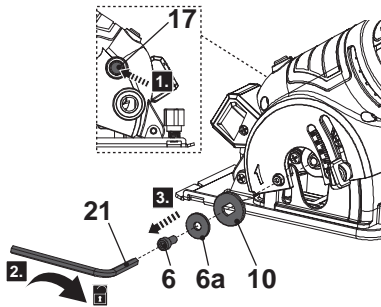

Fig. 1
2. Bloquee el husillo presionando el botón de bloqueo del husillo (17) (Fig. 1, paso 1).
3. Mantenga pulsado el botón de bloqueo del husillo (17) y afloje el perno de bloqueo (6) en el sentido de las agujas del reloj con la llave hexagonal proporcionada (21) (Fig. 1, paso 2).
4. Retire el perno de bloqueo (6), la arandela (6a) y la brida de bloqueo (10) del husillo (Fig. 1, paso 3).